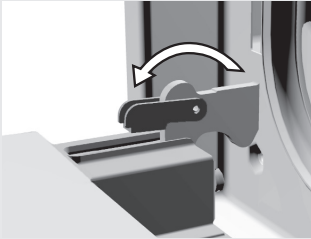

Abb. 1
- Heben Sie die Träger auf der linken und rechten Seite der Backofentür leicht an (Markierung 1 auf dem Träger) und ziehen Sie sie dann von der Glasscheibe weg (Markierung 2 auf dem Träger) (Abb. 1).
Öffnen Sie die Backofentür und schieben Sie die Aushängesperre bis zum Anschlag zurück (Abb. 1).
- Öffnen Sie die Backofentür und drehen Sie die Aushängesperre bis zum Anschlag zurück – das gilt für das klassische Schließsystem (Abb. 1).